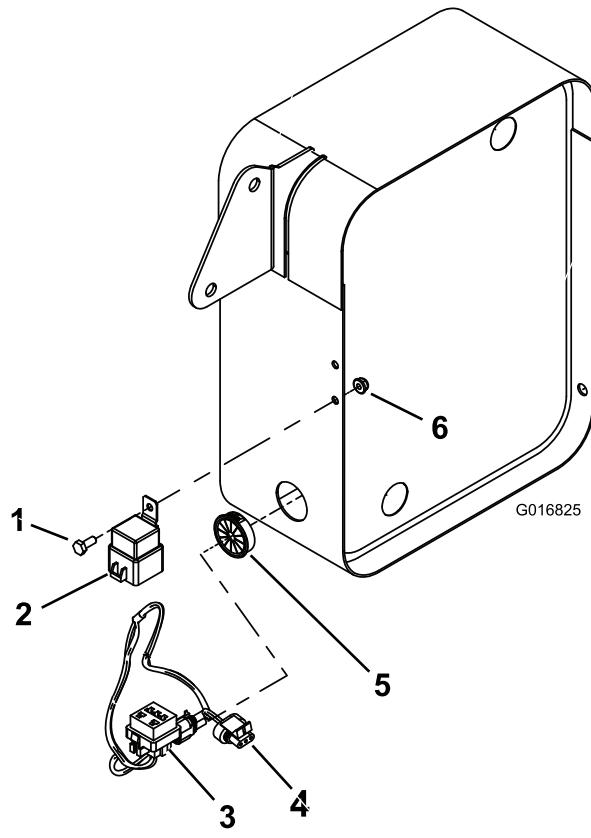

Figura 3
2. Desenchufe el puente del extremo del arnés de cables, y Monte el relé en el lateral del soporte del enfriador de aceite con un perno de cabeza hexagonal (1/4 x 5/8 pulgada) y una tuerca hexagonal con arandela prensada (1/4 pulgada) (Figura 3).
3. Introduzca el casquillo en el orificio lateral inferior del enfriador de aceite (Figura 3).